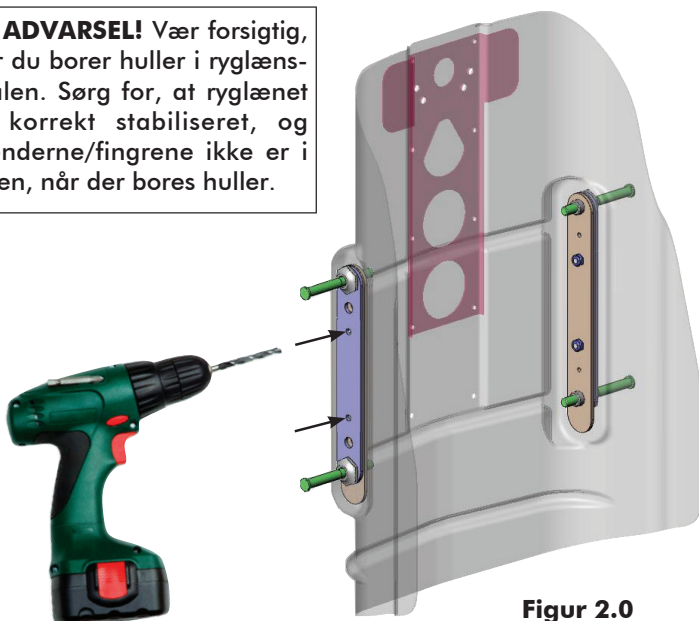

Figur 1.0
3. Når du arbejder på den ene side af ryglænet, skal du placere/justere forstærkningspladen (*medfølger*) uden på rygskallen som angivet i **figur 1.0** og manuelt installere de nye forlængede monteringsstifter og flangemøtrikkerne for at holde forstærkningspladen på plads.